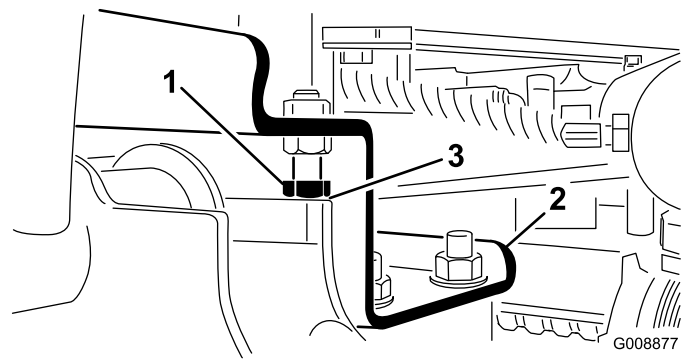

図 23
- A. ストップ・ボルトを戻して、シリンダを調整して必要なすきまを作る（図 23）。
2. 各昇降アームとストップボルトとの隙間が 0.13～1.02mmの間にあるかどうか点検する（図 23）。